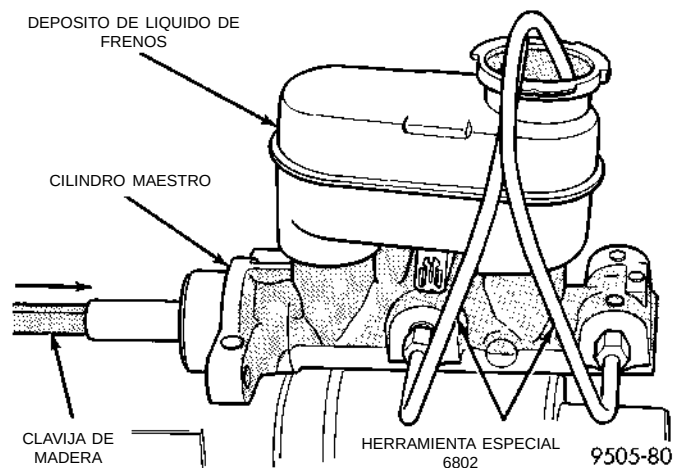

Fig. 38 Purga del cilindro maestro
(2) Llene el depósito de líquido de frenos con un líquido que cumpla las especificaciones DOT 3, tal como Mopar o equivalente.
(3) Mediante una clavija de madera (Fig. 38), apriete lentamente el vástago de pistón y permita después que los pistones vuelvan a su posición de retorno. Repita esta operación varias veces hasta